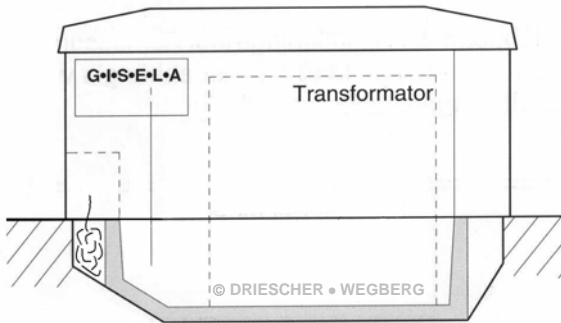
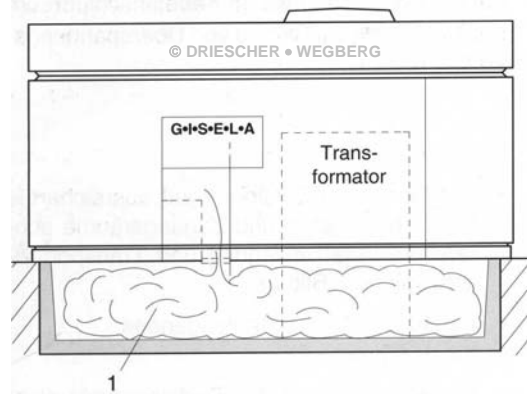
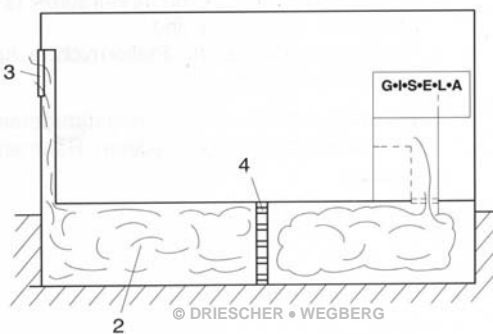

Bild 1 / Illustration
Bild 2 / Illustration 2
Bild 3 / Illustration 3
- Bei Kompaktstationen Typ K und KSP Fa. DRIESCHER erfolgt der Druckausgleich ausschließlich im Kabelanschlussbereich (Bild 1). Ansonsten muss bei kompakten und begehbaren Stationen die Druckentlastung in den Kabelkanal (1) [Mindestvolumen ~3 m3] vorgesehen werden (Bild 2).
- Bei vorhandenem Kabelkanal (2) [Mindestvolumen ~1,1m3; Mindestquerschnitt – 0,25m2 mit Öffnung (3) nach außen], diesen als Druckentlastungsraum nutzen.
- Durch Einbau von zwei Lagen Streckmetall (4) werden die Lichtbogengase zusätzlich gekühlt und der Austritt von heißen Gasen gemindert (Bild 3).